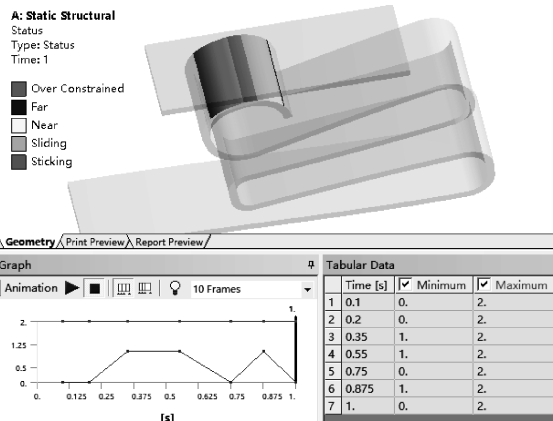

图 2-18 接触状态
(1) 在导航树上单击【Solution (A6)】。
(2) 在求解工具栏中单击【Tools】→【Contact Tool】。
(3) 右键单击【Contact Tool】→【Insert】→【Pressure】，【Sliding Distance】。
(4) 右键单击【Contact Tool】，从弹出的快捷菜单中选择【Evaluate All Results】，运算后，分别单击【Contact Tool】→【Status】查看接触状态结果，如图 2-18 所示；单击【Contact Tool】→【Pressure】查看接触